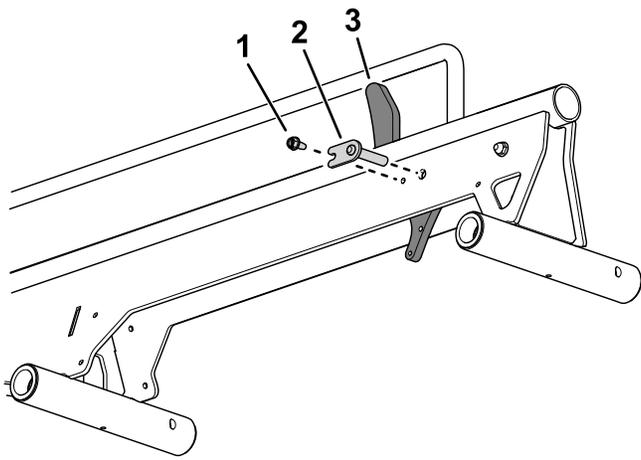

図 2
2. ピンと六角ヘッドねじを使用して、ホイールストップをレールアセンブリに固定する **図 2**。